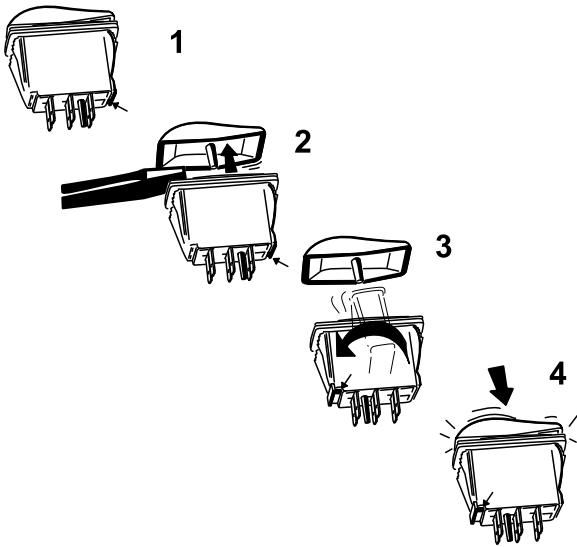

Figura 21
- B. Usando un destornillador de punta plana u otra herramienta similar, haga palanca suavemente para separar las tapas de los interruptores basculantes de los cuerpos de los interruptores (Figura 21).
- C. Mantenga la posición de la tapa del interruptor y gire el cuerpo del interruptor 180 grados de modo que la muesca quede en la esquina delantera izquierda (Figura 21).
- D. Presione las tapas de los interruptores para encajarlas en los cuerpos en su nueva orientación (Figura 21).